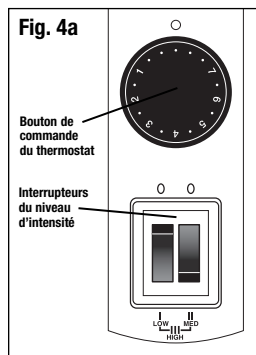
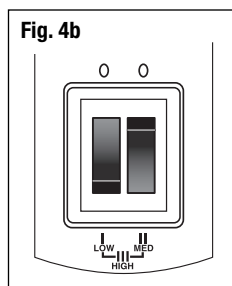
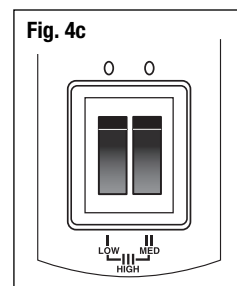

Fig. 4a
Fig. 4b
Fig. 4c
- Este radiador cuenta con tres niveles de temperatura. Pulse I para obtener temperatura baja (Low). Pulse II para temperatura media (Medium) y pulse conjuntamente I y II para alcanzar la temperatura alta (High). (**Fig. 4a** : I pour 600 W/BAS (LOW), **Fig. 4b** : II pour 900 W/MOYEN (MED) ou **Fig. 4c** : III pour 1 500 W/ÉLEVÉ (HIGH)). On peut ainsi choisir le réglage approprié pour obtenir la température qui répond à son confort. Comme l'appareil ne consomme pas autant d'électricité quand il fonctionne aux réglages de chaleur bas et moyen, ces réglages sont plus économes en énergie et peuvent représenter de meilleures options pour les personnes qui sont préoccupées par le courant tiré sur un circuit, lorsque l'appareil de chauffage est réglé à l'intensité maximale.